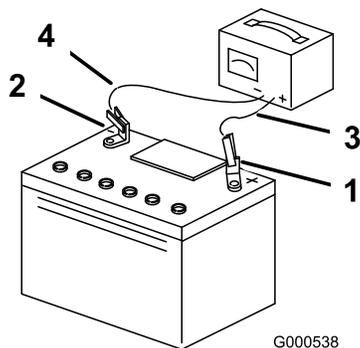

Рисунок 62
5. После полной зарядки аккумулятора отсоедините зарядное устройство от электророзетки и штырей аккумулятора (Рисунок 62).